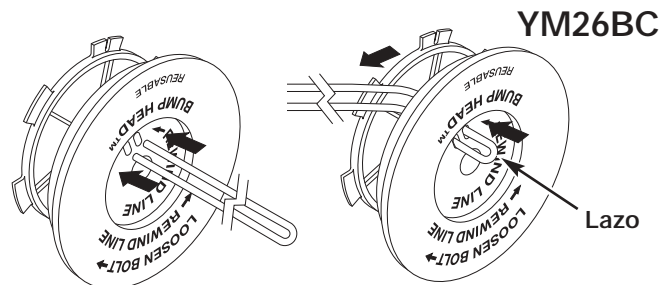

Fig. 37
6. Tome aproximadamente 5 m (16 pies) de nueva línea de corte, enlázela en dos longitudes iguales. Inserte cada extremo de la línea a través de uno de los dos orificios del carrete interior (Fig. 37 o 38). Pase la línea a través del carrete interior de modo que el lazo sea lo más pequeño posible.